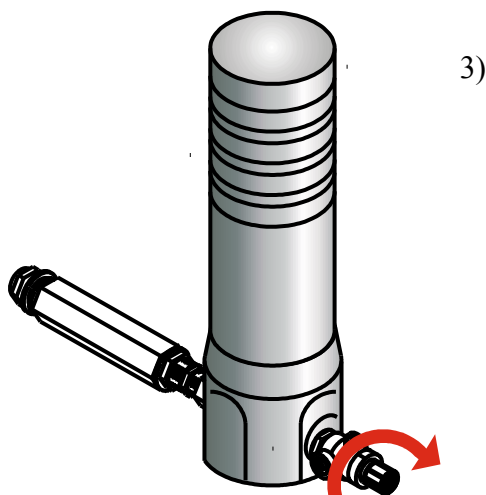

Fig.43
2) Scaricare la pressione all'interno della pompa, chiudendo il rubinetto ingresso aria (fig.43) e facendo uscire il prodotto residuo tramite la pistola.